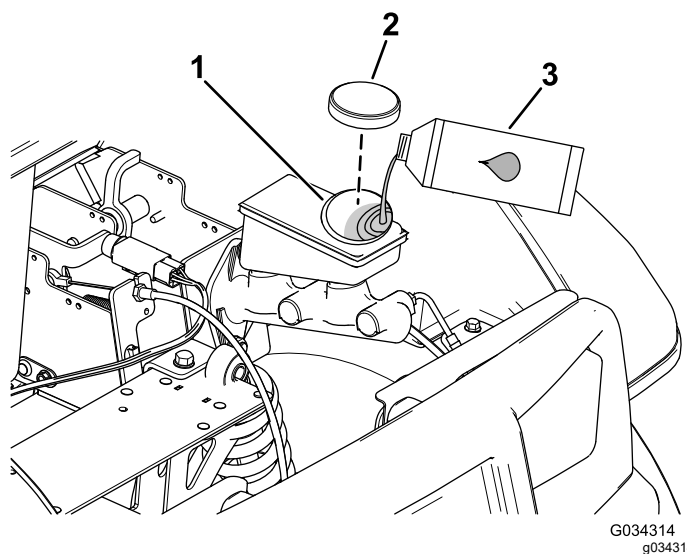

Figura 65
4. Eleve el capó para acceder al cilindro del freno principal y al depósito (Figura 65).
- Limpie la zona alrededor del tapón del depósito y retire el tapón (Figura 65).
- Coloque el tapón del depósito (Figura 65).